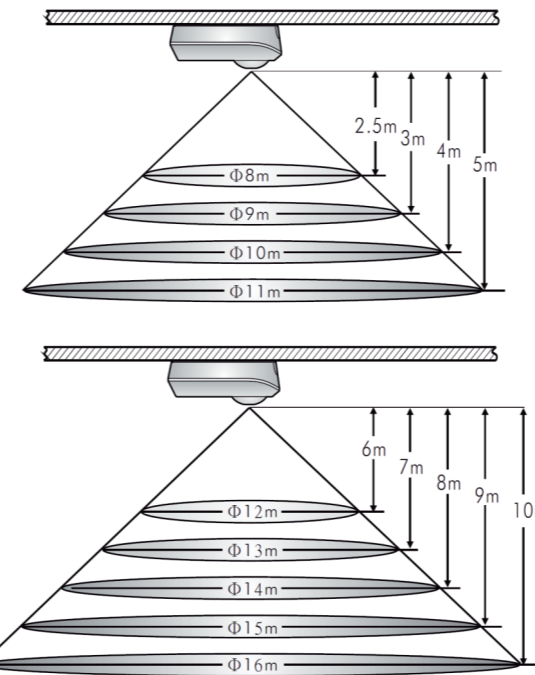

Figure 2
3.1.1 Il est recommandé de monter le détecteur à une hauteur de 10 mètres. La couverture de détection peut atteindre un diamètre de 16 mètres et couvre 360°. (Voir figure 2).